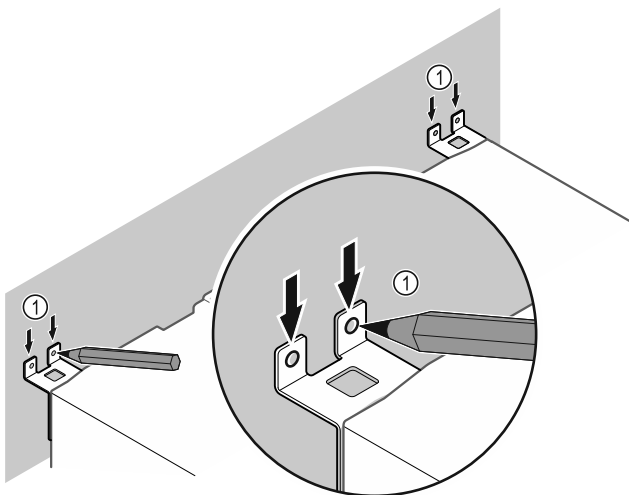

Fig. 11
- Встановити маркування на стіні Fig. 11 (1).